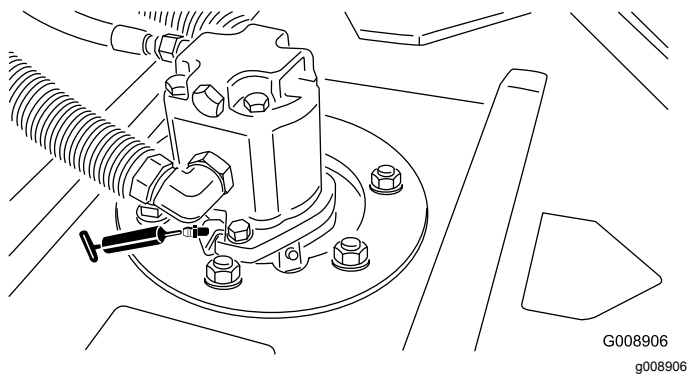

Figure 53
- Roulements d'axes de pivots de plateau de coupe (2 par plateau de coupe) (Figure 53)